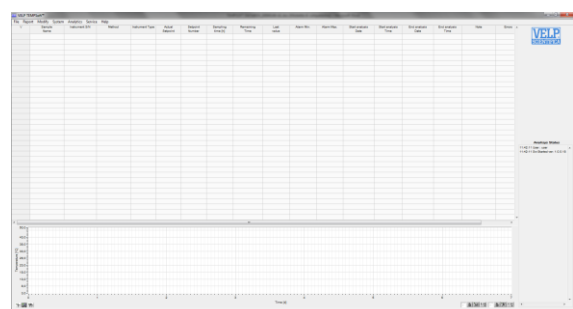

Fig. 3
6. La finestra principale verrà visualizzata (Fig. 3).